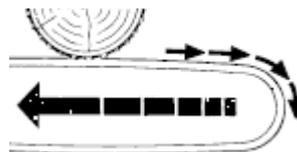

Figura 6.4. Dirección de la fuerza que actúa en la espada si se corta por la parte inferior del tronco.
- Rechazo: se produce cuando al estar actuando la cadena por su parte superior, se detiene de repente, la reacción que produce es un desplazamiento de la motosierra hacia el operario. Para evitar el rechazo esté atento a las situaciones que puedan aprisionar la parte superior de la cadena, no corte más de un tronco a la vez y no tuerza la espada cuando la retire de un corte penetrante o por debajo, esta se podría quedar enganchada y producir el rechazo (figura 6.4).